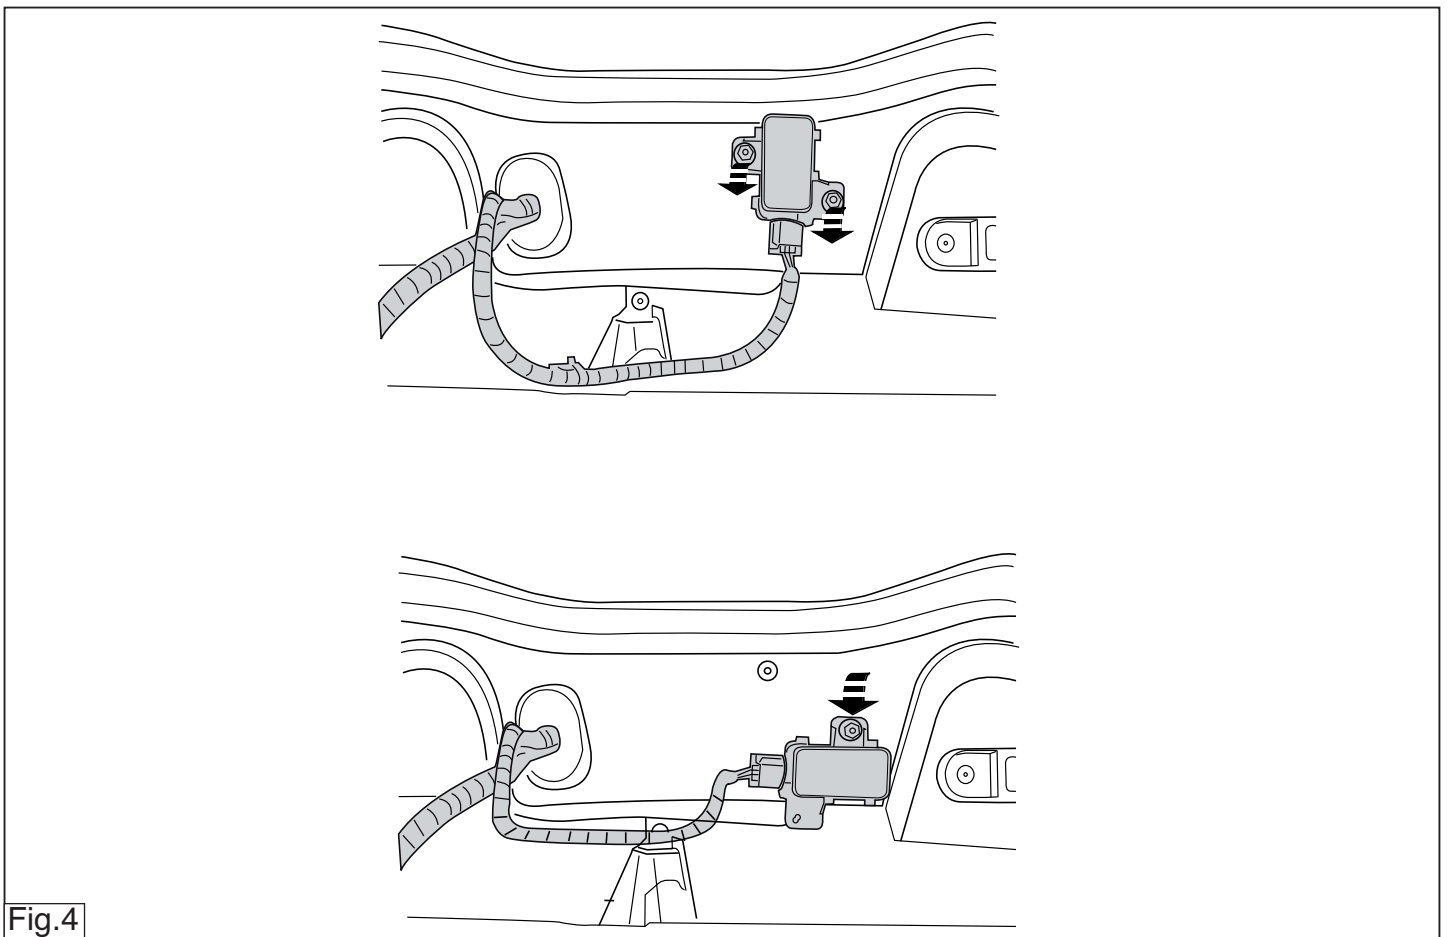

Fig.4
3. Please note: if present Remove the sensor and reattach after having turned it 90 degrees. See figure 4
3. Achtung, wenn vorhanden: Den Sensor abmontieren und um 90 Grad gedreht wieder befestigen. Siehe Abbildung 4
3. Attention, si présent : Démonter le capteur et le remonter en le tournant à 90 degrés. Voir la figure 4